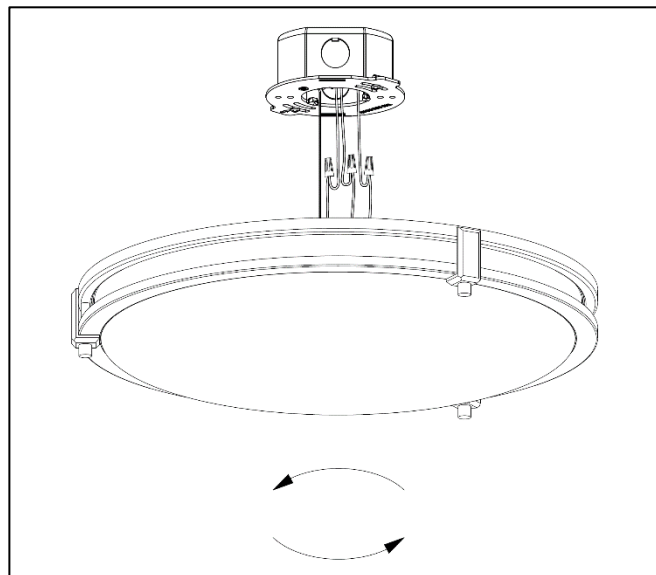
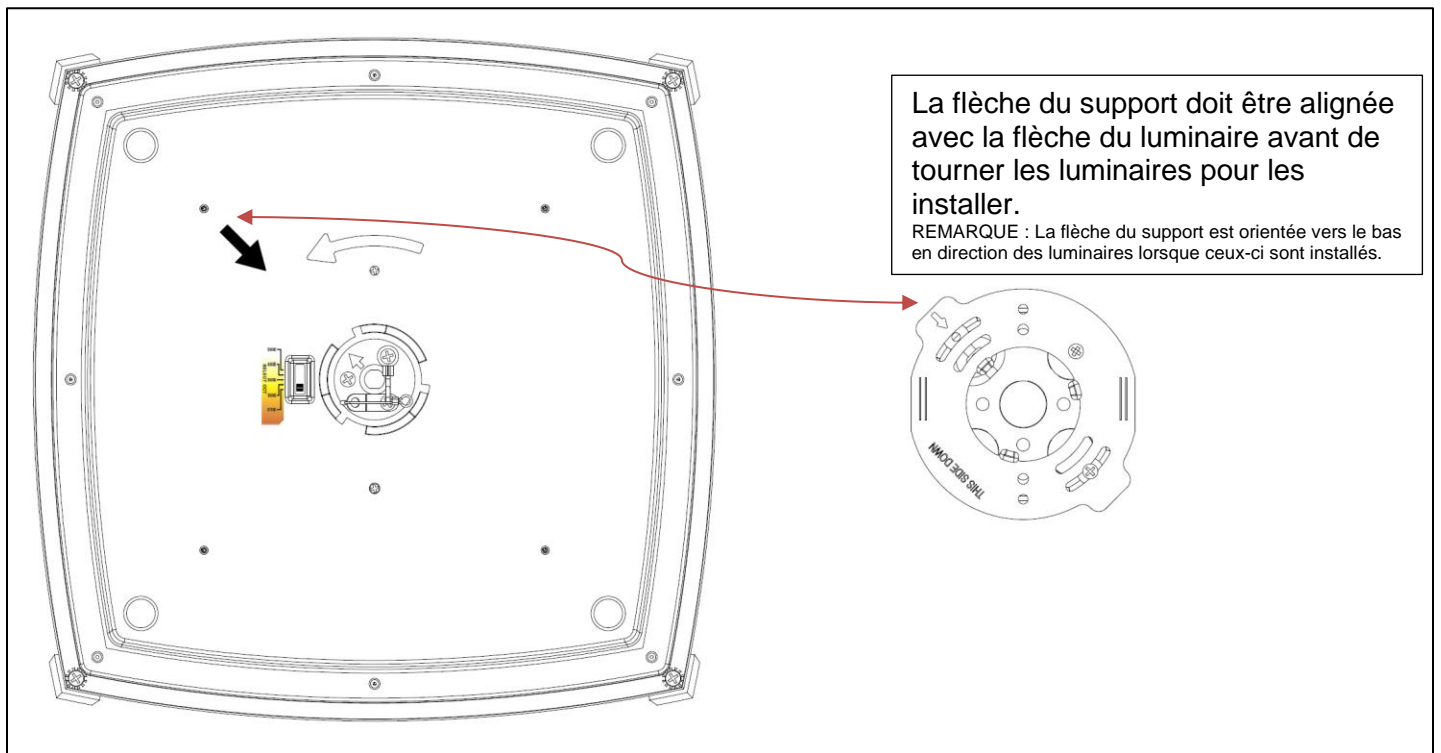

Figure 6
Figure 7
6. **Utilisez des écrous à fils** pour connecter : le fil noir du projecteur au fil noir de l'alimentation (ligne) ; le fil blanc du projecteur au fil blanc de l'alimentation (neutre), et le fil de terre en cuivre nu du projecteur au fil de terre en cuivre nu de la boîte de jonction (si le câblage de la maison ne comprend pas de fil de terre, consultez votre code électrique local pour connaître les méthodes de mise à la terre approuvées). (Si le câblage de la maison ne comprend pas de fil de terre, consultez le code électrique local pour connaître les méthodes de mise à la terre approuvées). **POUR UNE CONNEXION APPROPRIÉE, PLACEZ LE COUVERCLE SUR LES FILS, TIREZ DANS LE SENS DES AIGUILLES D'UNE MONTRE JUSQU'A CE QU'IL SOIT SERRÉ.** Comme le montre la *Figure 6*.
9. **Alignez la flèche droite de la rondelle de montage du projecteur** avec la flèche droite du support de montage, comme indiqué dans la *Figure 7* et la *Figure 6*. Les flèches du projecteur et du support de montage **DOIVENT** être alignées pour que le projecteur soit installé correctement.